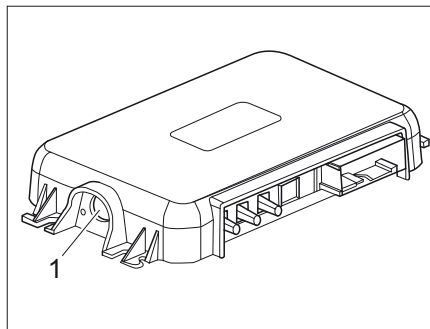

Bild 288 Kopplingsknapp på SCU
- Tryck på SCU:s kopplingsknapp (Bild 288,1).